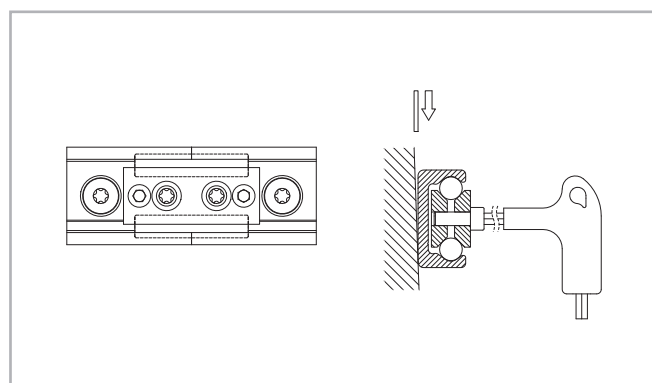

图. 115
- (3) 在滑轨上使用矫直设备, 直到滑轨被校正, 一起拧紧螺栓 (见图115)。
- (4) 在步骤3的前, 必须确认滑轨的安装面也就是滑轨和安装面接触的地方是否有空隙, 如果有空隙请把它塞紧。